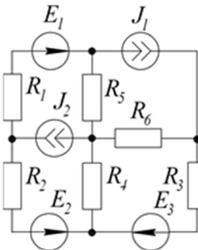

Рис. 38. Расчетная электрическая цепь к задаче 2
**Задача 2.** В заданной электрической цепи (рис. 38) определите токи в ветвях методом контурных токов (МКТ), если  $R_1 = 1 \text{ Ом}$ ,  $R_2 = 8 \text{ Ом}$ ,  $R_3 = 6 \text{ Ом}$ ,  $R_4 = 5 \text{ Ом}$ ,  $R_5 = 8 \text{ Ом}$ ,  $R_6 = 6 \text{ Ом}$ ,  $E_1 = 40 \text{ В}$ ,  $E_2 = 26 \text{ В}$ ,  $E_3 = 58 \text{ В}$ ,  $J_1 = 2 \text{ А}$ ,  $J_2 = 7 \text{ А}$ .